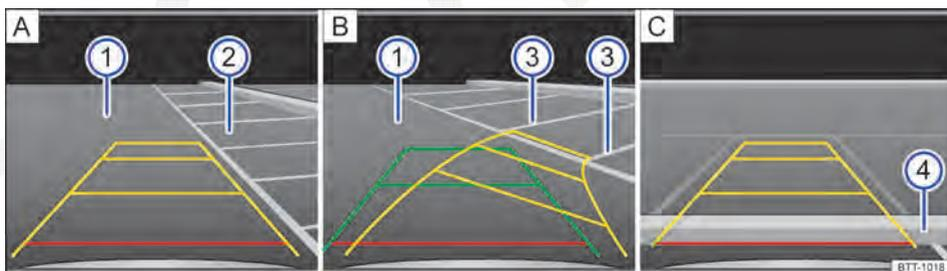

Fig. 163 Exibição do display do rádio ou do sistema de navegação: entrar na vaga de estacionamento com câmera de marcha a ré, modo 1.
Legenda para a representação esquemática Fig. 163:
| 2. | Posicionar o veículo na frente do box de estacionamento ② ⇒ Fig. 163 A. |